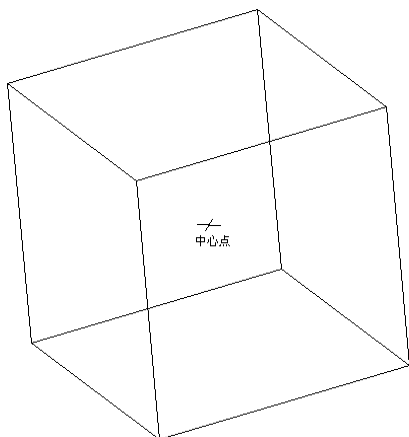

图 10-4 利用中心点命令创建的长方体
(2) 中心点: 利用指定的中心点创建长方体。如图 10-4 所示为利用中心点命令创建的长方体。